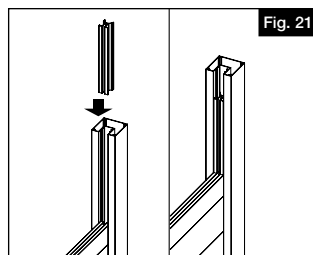

Fig. 21
- b.) Insérer les adaptateurs du panneau-écran décoratif dans chaque côté du haut du poteau (Fig. 21).